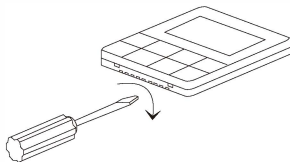

Fig.1
2.Comme illustré sur la Fig. 1, utilisez un tournevis plat pour faire levier légèrement dans la rainure inférieure du contrôleur filaire (une force excessive pourrait endommager la carte électronique).